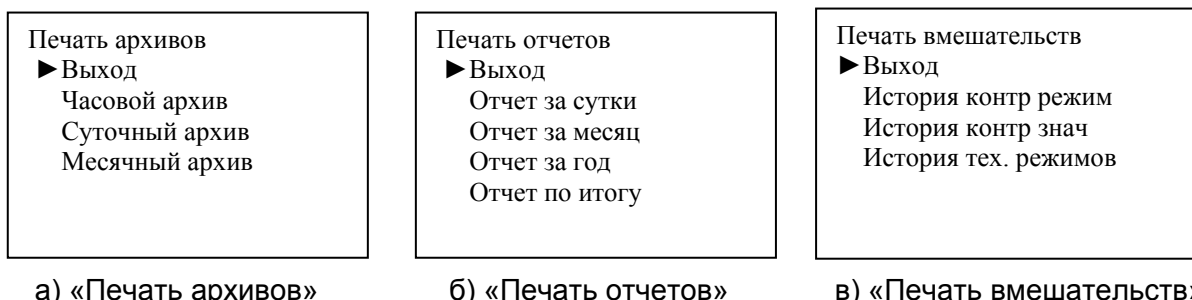

Рис. 5 – Подменю «Режим печати»
3.4.2.3 Пункты меню «Режим печати» позволяют открыть подменю, показанные на рис. 5, выйти из меню или произвести распечатку настройки.